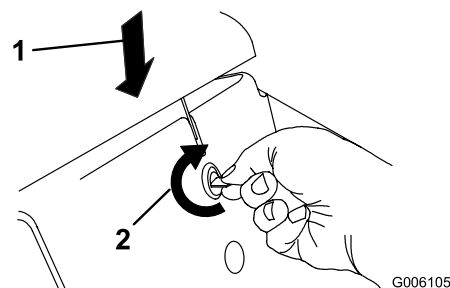

Figura 22
- Si su unidad de tracción tiene un cierre ranurado, presione hacia abajo sobre el capó y utilice la llave de capó suministrada, o una moneda o un destornillador para girar el cierre en el sentido de las agujas del reloj (Figura 22).